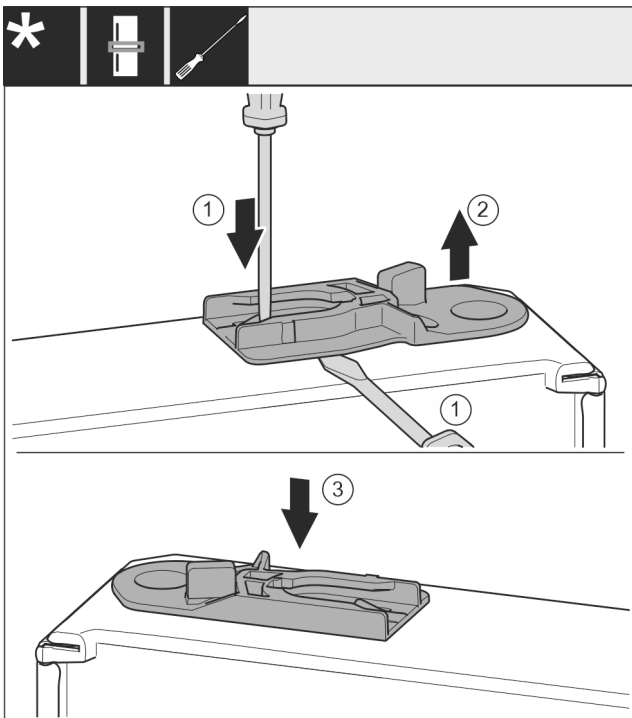

Fig. 28
- Führungsbuchse herausziehen: Lasche *Fig. 28 (1)* mit Schlitzschraubendreher drücken und gleichzeitig mit Schlitzschraubendreher unter Führungsbuchse *Fig. 28 (2)* fahren.
- Im Lieferumfang beiliegende Führungsbuchse *Fig. 28 (3)* auf anderer Gehäusesseite einschieben.